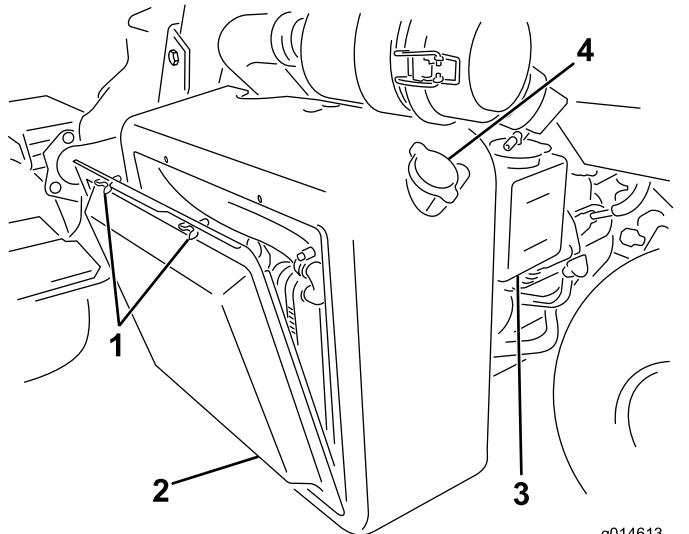

Figura 49
- Rimuovete la griglia del radiatore (Figura 49).